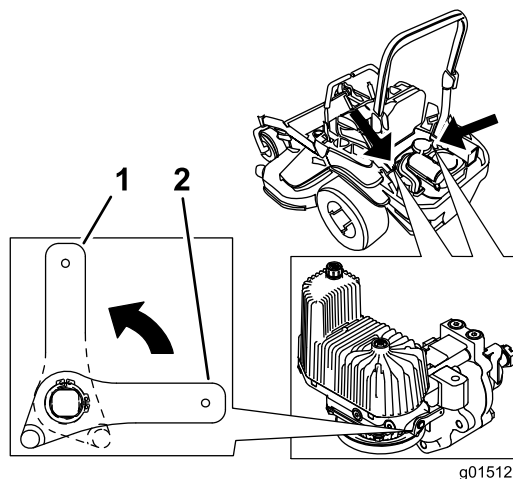

Figure 40
3. Tournez les leviers des valves de déblocage à la verticale pour pousser la machine (Figure 40).
5. Tournez les leviers des valves de déblocage à l'horizontale pour utiliser la machine (Figure 40).